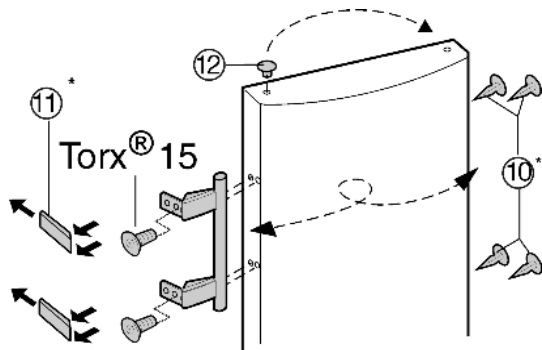

Fig. 7
- ▶ Trň Fig. 7 (12) z ložiskového puzdra dverí vyberte a premiestnite.
- ▶ Držadlo dverí, trň Fig. 7 (10) a prítlačné platničky Fig. 7 (11) odmontujte a premiestnite na opačnú stranu.